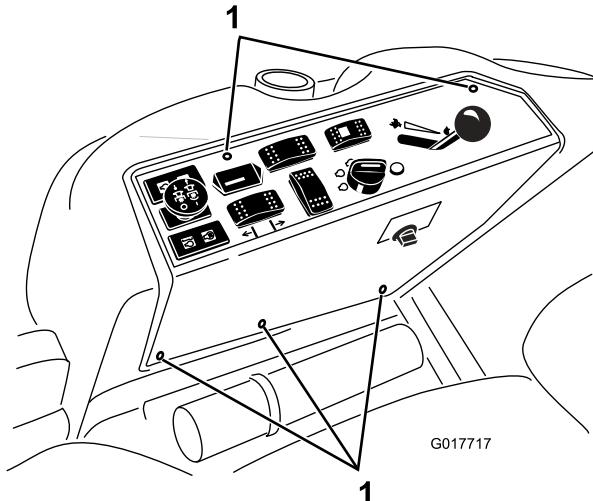

Figura 1
4. Togliete i 5 dispositivi di fissaggio del pannello di controllo (Figura 1).